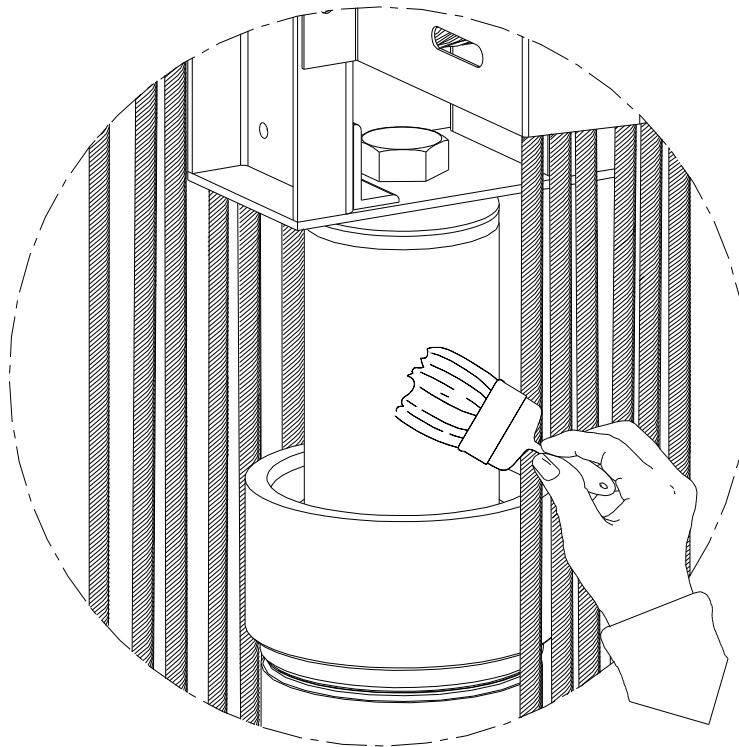

РИСУНОК 7
- Остающуюся открытой часть поршня (даже когда кабина находится на нижней площадке) необходимо регулярно обрабатывать тонким слоем смазки. (Рисунок 7).